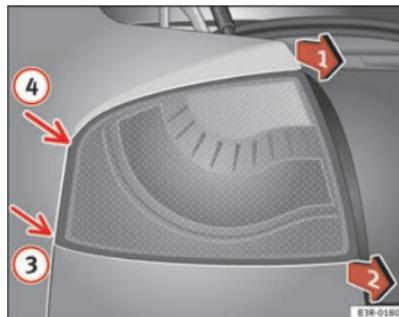

Fig. 211 Stacco del fanale di coda esterno
- Tirare in modo alternato nella direzione delle frecce ⇒ pag. 283, fig. 211 **1** e **2**, finché il fanale di coda non si stacca dai supporti nei punti **3** e **4**.